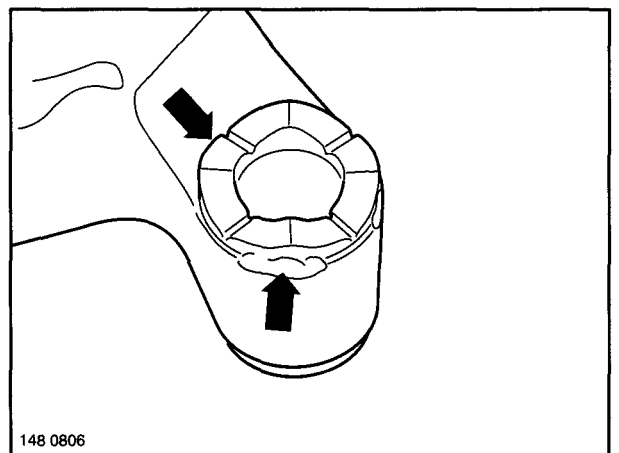

Fig. 6
(15) To exchange the shaft thrust rings, grind down the weld seams (Fig. 6/arrow) on the stub axle. Using a chisel lift the pinned shaft thrust ring off the axle beam. Do not damage the mating surface on the axle beam.
(15) Pour remplacer les rondelles à cames, meuler les cordons de soudure (figure 6/flèches) sur cordons. A l'aide d'un ciseau extraire la rondelle à cames en faisant levier. Veiller à ne pas endommager la surface de contact du corps d'essieu.
- (15) Zum Auswechseln der Wellendruckscheiben Schweißnähte (Fig. 6/Pfeile) an der Achsfaust abschleifen. Mit einem Meißel verstiftete Wellendruckscheibe vom Achskörper abhebeln. Auflagefläche am Achskörper nicht beschädigen.